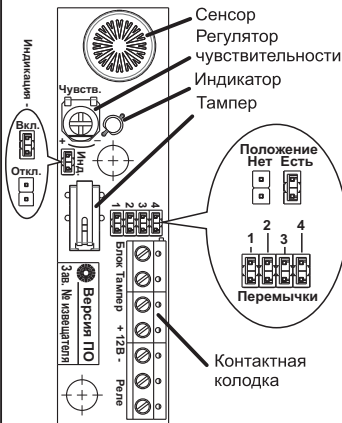

Рисунок 3 - Печатная плата извещателя
**Включение/отключение индикации** - перемычка «Инд.» (рис.3). При включении (тестировании) извещателя положение данной перемычки значения не имеет. В замкнутом положении («Есть») - индикатор включён. В разомкнутом положении («Нет») - индикатор выключен.
С помощью регулятора чувствительности (потенциометра) на печатной плате извещателя (рис.3) настраивается чувствительность к силе воздействия.
(рис.3 - Перемычки)